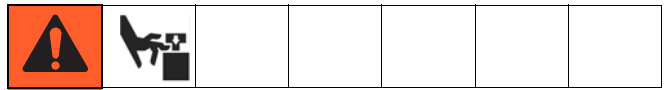

**FIG. 5** Kontrollera blandningsförhållandet
4. Sätt ner slangändarna i ett spillkärl. Placera två mätglas av samma storlek bredvid spillkärlet. Se FIG. 5.
Var noga med att koppla slangarna till samma ventiler som de var ansluta till från början. Blandarfördelningsröret kan ta skada om de förväxlas. Se FIG. 5.